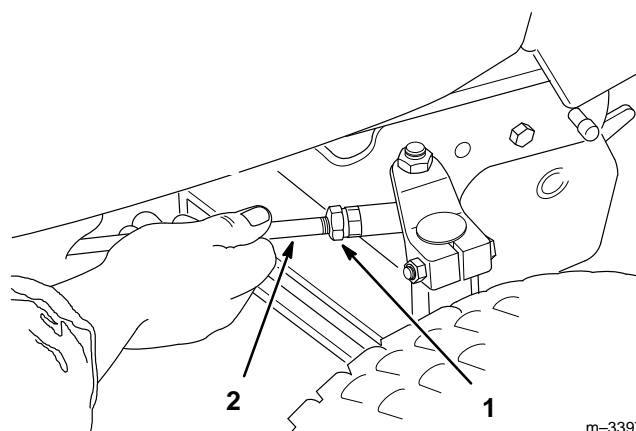

Abbildung 42
1. Die Gegenmuttern an den Enden der Lenkstangen lösen (Abb. 42).